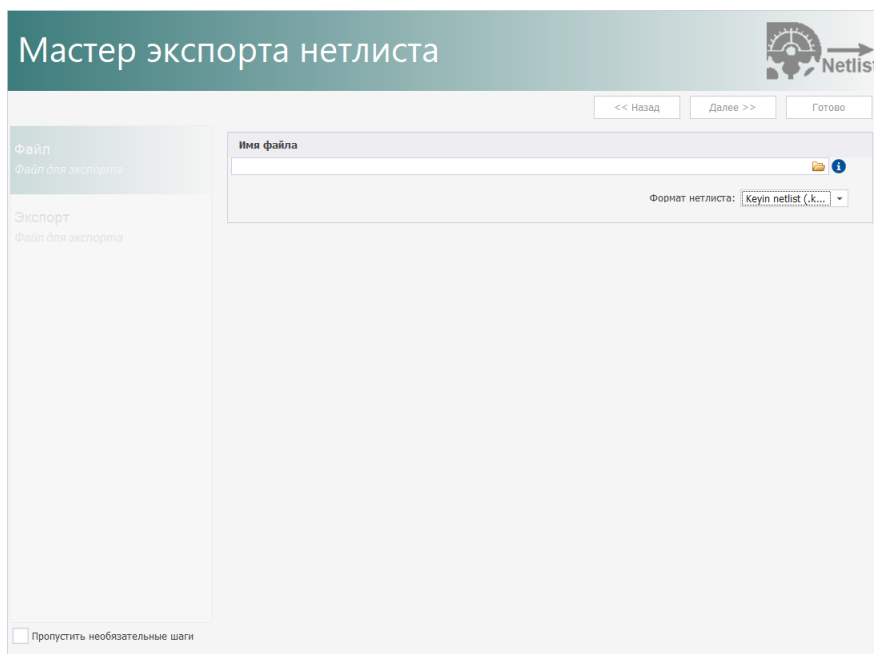

Рис. 76 Окно мастера экспорта нетлиста
2. В поле «Имя файла» нажмите символ , Рис. 76.